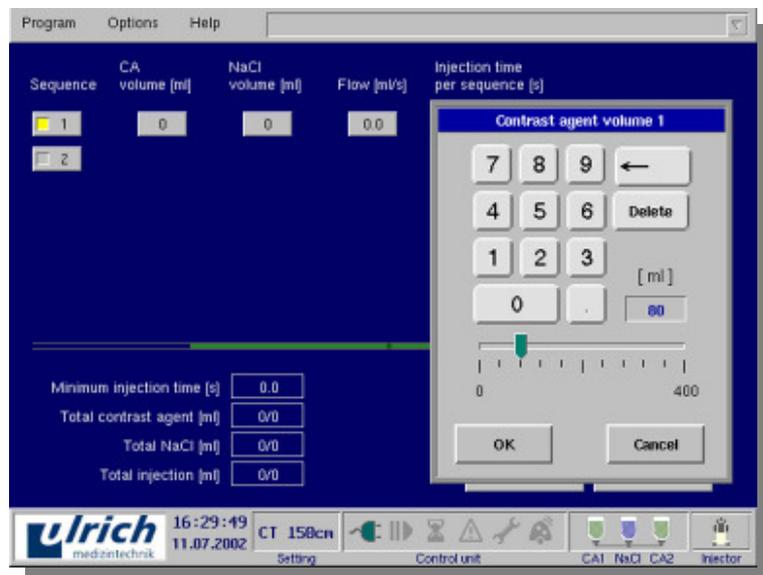

Рис. 7-1 Цифровая клавиатура для ввода параметров инъекции
Ввод значений осуществляется с цифровой клавиатуры или шкалы значений (Рис. 7-1, например, ввод объема КВ1).
Нажатием «OK» выбранное значение принимается. Если значение не принимается, то при помощи „Cancel“ («Отмена») вернуться в экран ввода (Рис.7-1).
- Открыть операцию: Щелкнуть на последней кнопке операции (например, Рис.7-1, кнопка операции 2)